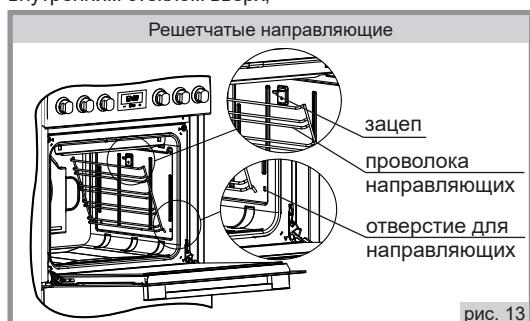

рис. 13
19.4.1. Для снятия решетчатых направляющих нужно (рис. 13):